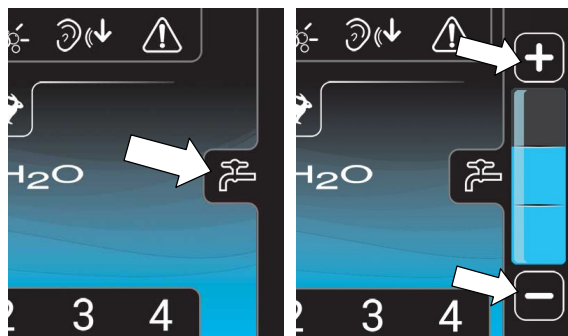

ABB. 51
- Drücken Sie auf das Symbol Frischwasserdosierung, um die Frischwasserdosierungstabelle anzuzeigen (Abbildung 51). Drücken Sie auf das Symbol (+), um die Frischwasserdosierung zu erhöhen. Drücken Sie auf das Symbol (-), um die Frischwasserdosierung zu verringern oder auszuschalten.